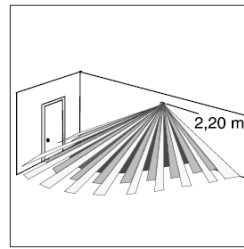

Bild 6
- ① Die Erfassungsebenen der Automatik-Schalter mit 2,20 m Linse sind von oben nach unten gerichtet (Bild 6). Somit ist der Einsatz der wassergeschützten Ausführung (IP44) im Außenbereich zulässig.